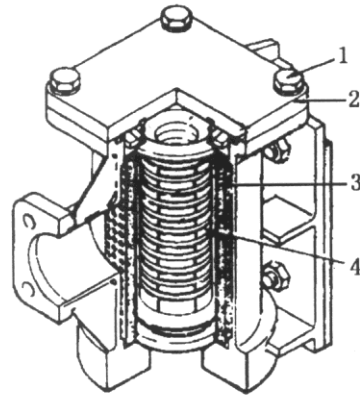
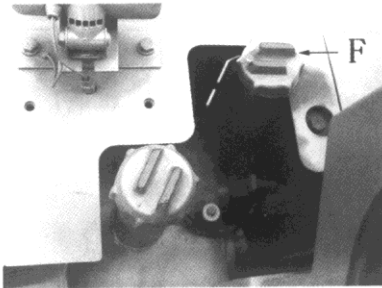

Рис. 6-23.
Рис. 6-24.
(1) Ослабьте сливной кран, спустите масло, а затем затяните кран.
(2) Удалите левое днище, болт 1 и крышку 2, а затем снимите фильтр муфты поворота и магнит 4 (рис. 6-23).
(3) Удалите болт и крышку, затем снимите фильтр гидротрансформатора.
(4) Очистите все внутренние поверхности, после чего установите все снятые элементы в исходное состояние.
(5) Залейте указанное количество масла через горловину F в соответствии с разделом «ТОПЛИВО, МАСЛА, СМАЗКИ И ОХЛАЖДАЮЩАЯ ЖИДКОСТЬ» (см. рис. 6-24).